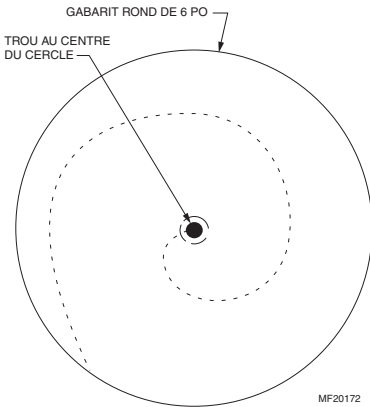

Fig. 5. Découpe de l'ouverture de la dérivation.
10. Découper soigneusement une ouverture pour le collet de raccordement de 155 mm (6 po). Voir la Fig. 5. À l'aide d'une perceuse ou d'un poinçon, percer un trou au centre du cercle. Pour découper plus facilement l'ouverture, faire une première ouverture, plus petite, en spirale.